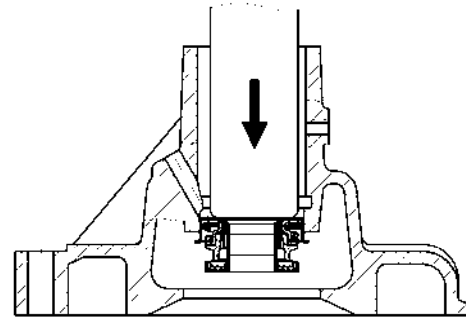

Abb. 92. Auspressen der Dichtung Wasserpumpe
- Drücken Sie die Dichtung aus dem Gehäuse (Abb. 92).